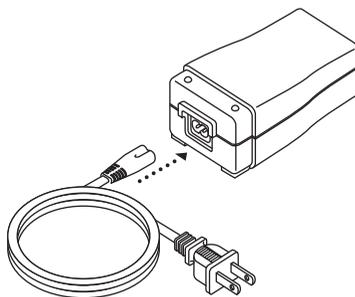

FIGURE 3-5 CONNEXION DU CORDON D'ALIMENTATION AU BLOC D'ALIMENTATION
1. Connectez l'extrémité femelle du cordon d'alimentation CA au bloc d'alimentation, comme l'illustre la Figure 3-5.